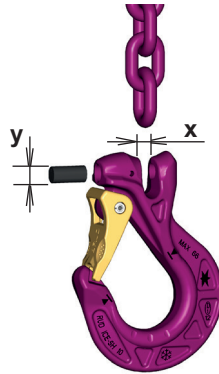

Bild 16:
- Gabelöffnung **x** verhindert der Anschluss einer dickeren ICE-Kette (Bild 16).
- Bolzendurchmesser **y** verhindert den Anschluss einer dünneren ICE-Kette (Bild 16).